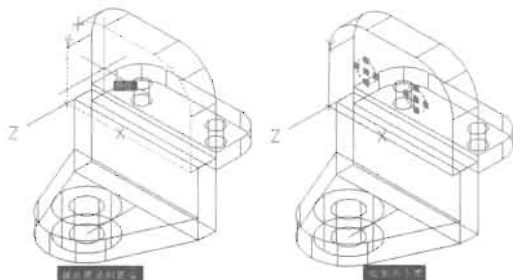

图 15-90
(12) 捕捉实体圆角处的圆心, 以此点为圆心绘制两个半径为 4 的圆, 如图 15-90 所示, 命令执行过程如下。